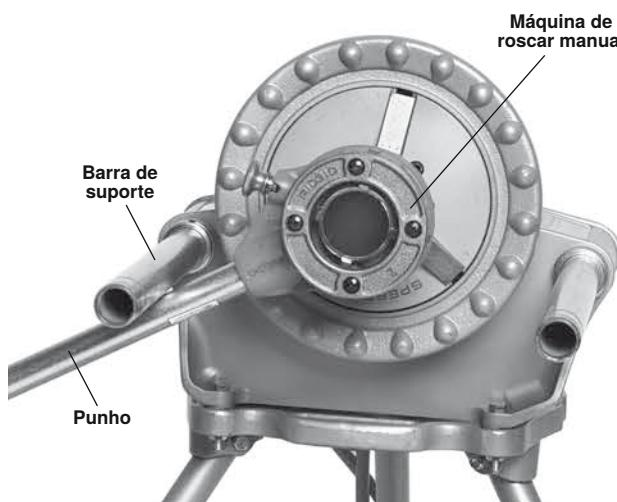

Figura 20 – Remoção da cabeça de roscar do tubo roscado (cabo contra a parte inferior da barra)
- c. Estenda totalmente a barra de suporte do lado do interruptor e levante o cabo do roscador contra o fundo da barra. Segure a extremidade do cabo do roscador com a mão esquerda. Para evitar entalamento, não coloque a mão ou os dedos entre o cabo do roscador e a barra de suporte. Mantenha o cabo em contacto com a barra de suporte (ver figura 20).
1. Segure o cabo do roscador contra o fundo da barra de suporte do lado do interruptor. Para evitar entalamento, não coloque a mão ou os dedos entre o cabo do roscador e a barra de suporte. *Ver figura 20 para a posição de funcionamento correta.*